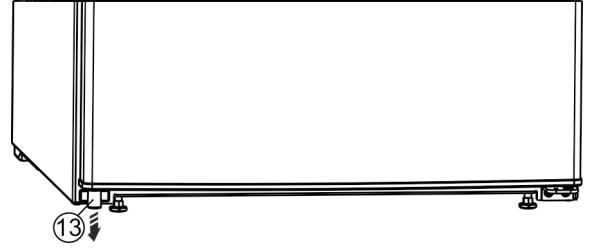

Fig. 14 *
- Sol alttaki mesafe parçasını Fig. 14 (13) kapıdan çıkartın.*